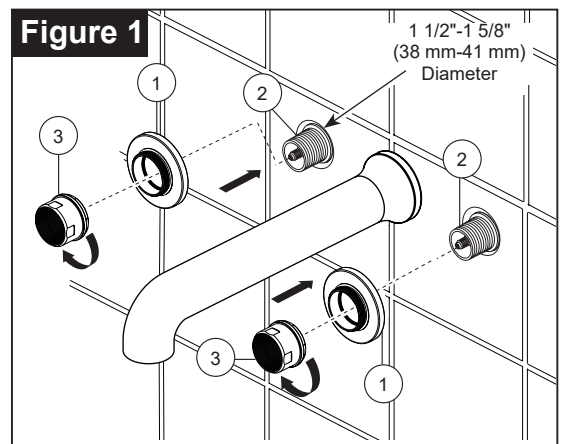
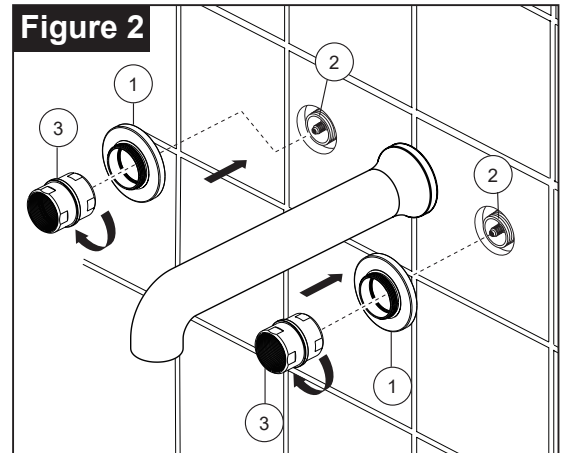

Figure 1
Figure 2
Install handle flange (1) onto mounting sleeve (2) and secure with flange nut (3). **NOTE: Have the side of flange (1) with gasket toward the wall.** If mounting sleeve (2) is extending from finished wall more than 3/8", use the short flange nut as shown in **Figure 1**. If mounting sleeve (2) is sub flush or extending less than 3/8" from finished wall, use the long flange nut (3) as shown in **Figure 2**.
Instale el soporte del mango (1) en el manguito de montaje (2) y fíjela con la tuerca con reborde (3). **NOTA: Ponga el otro lado del reborde (1) con junta hacia la pared.** Si el manguito de montaje (2) se extiende de la pared acabada más de 3/8", use la tuerca con reborde pequeña como se muestra en la **imagen 1**. Si el manguito de montaje (2) está ligeramente sobre la superficie o se extiende de la pared menos de 3/8", use la tuerca con reborde grande (3) como se muestra en la **imagen 2**.